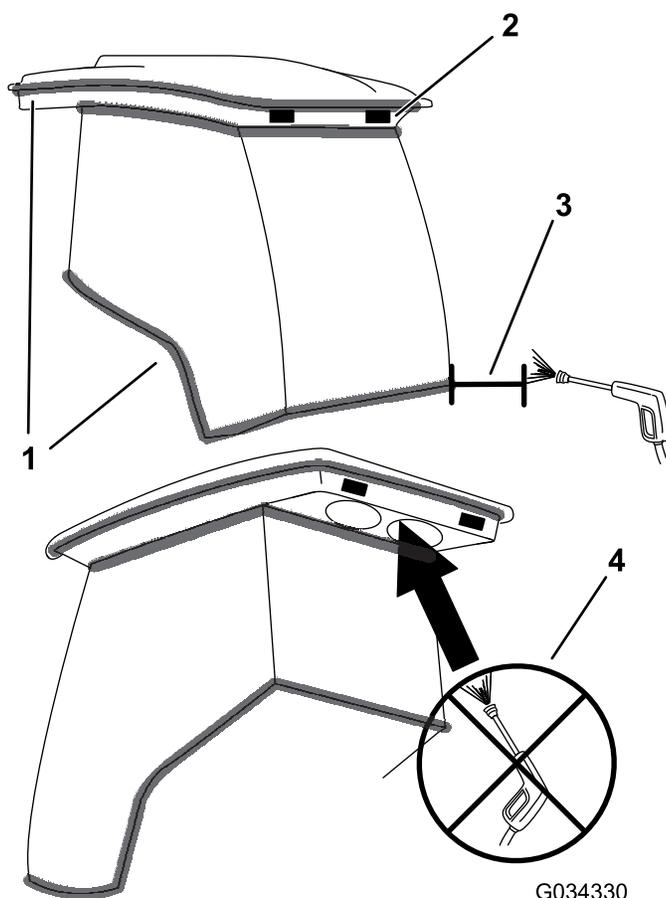

Figure 63
**Important:** Faites attention près des joints de la cabine et des éclairages (Figure 63). Si vous utilisez un nettoyeur haute pression, n'approchez pas le jet à moins de 60 cm de la machine. N'utilisez pas le jet haute pression directement sur les joints et les éclairages de la cabine ni sur le porte-à-faux arrière.